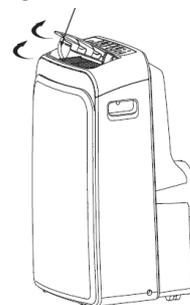

Fig. 4
- **Regolazione automatica del flusso d'aria (Fig. 4).**